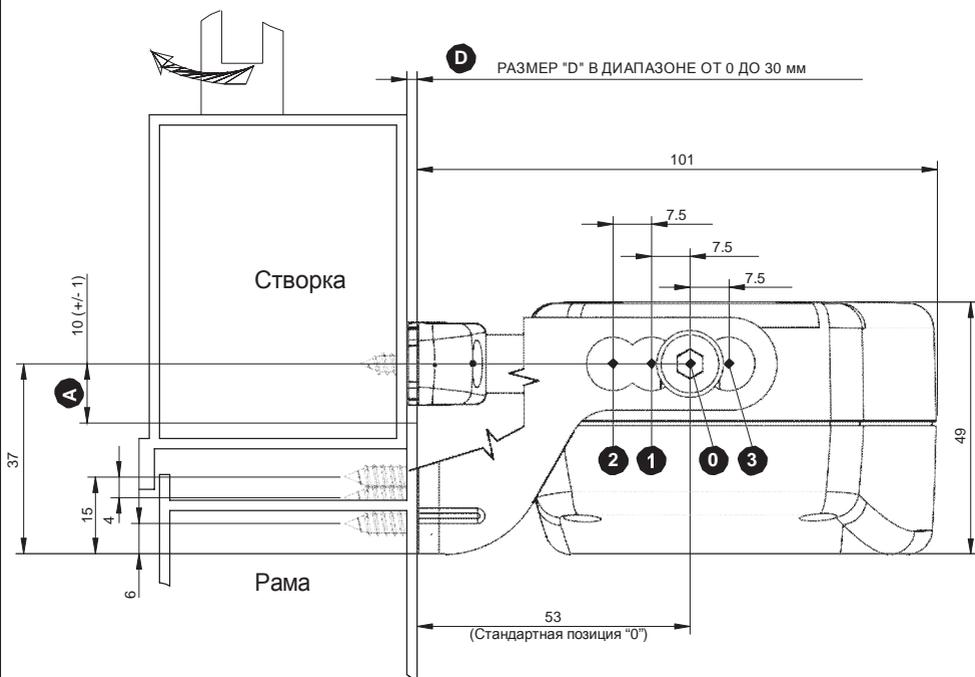

Рис. 7b Размеры в мм
- 7) **Рис.33-** С помощью двух винтов (**Поз. 1**) прикрепите привод к кронштейну в положении "0" (**см. Рис. 7b**) и выкрутите регулировочный винт цепи (**Поз. 2**);
- 8) **Рис. 34-** В зависимости от размера порога "D" (**см. Рис. 7b**) выберите положение привода в кронштейне (оставьте в "0" или передвиньте в "3") и подсоедините концевик цепи к кронштейну для нижнеподвесной установки;